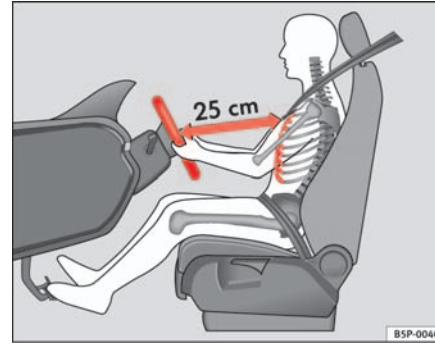

Abb. 129 Die richtige Sitzposition des Fahrers
- Stellen Sie das Lenkrad so ein, bis die gewünschte Einstellung erreicht ist \Rightarrow Abb. 129.
- Stellen Sie den Fahrersitz oder das Lenkrad so ein, dass der Abstand zwischen Lenkrad und Brustbein mindestens 25 cm beträgt → Seite 166, Abb. 129. Wenn Sie den Mindestabstand nicht einhalten, kann Sie das Airbag-System nicht schützen – Lebensgefahr!